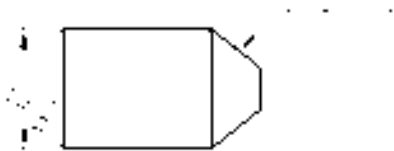

图 5.6.16 标注“圆柱度”
Step6. 单击对话框中的 **确定** 按钮, 完成“圆柱度”的标注, 结果如图 5.6.16 所示。
注意: 图 5.6.16 所示的“圆柱度”公差放置的位置为竖向放置, 在一般应用中通常为横向放置, 特此说明。